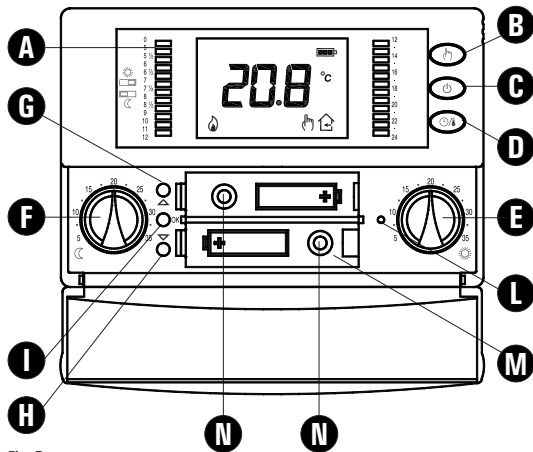

Fig. 5
- Insérer les batteries dans le logement des batteries (M de la Fig. 5) ; voir le paragraphe ' INSERTION/REMPACEMENT DES BATTERIES '.